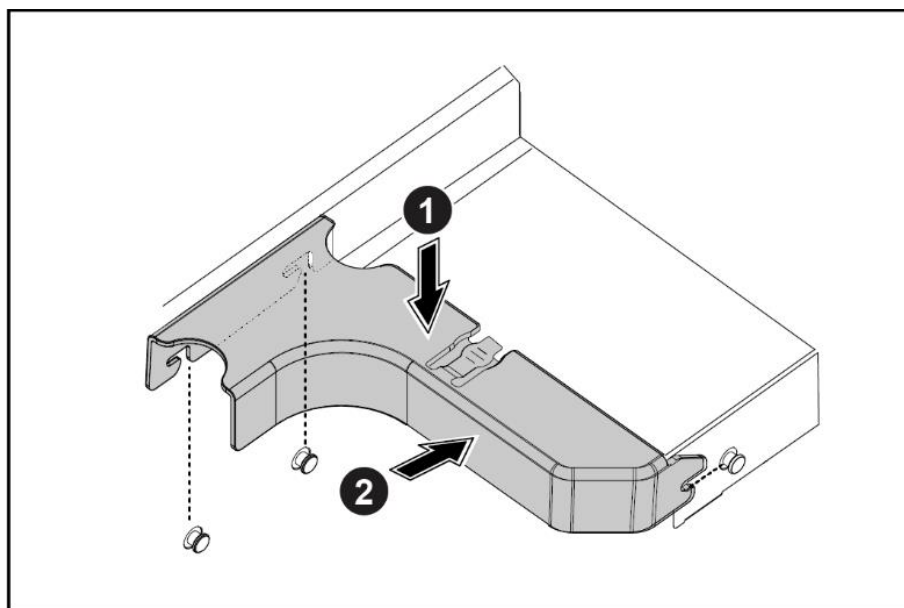

Рисунок 36 – Установка воздуховода блока питания
- Надавите на направляющую воздуховода внутрь до щелчка и зафиксируйте ее в боковых штыревых зацепах (см. рисунок 36).